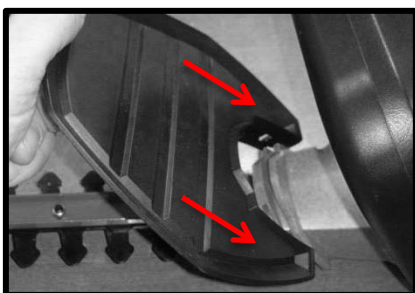

Рис.2
Рис.2а
- Установите защитный щиток для рук (3) (Рис.1, Рис.2) в направлении стрелок, как показано на Рисунке 2,2а.